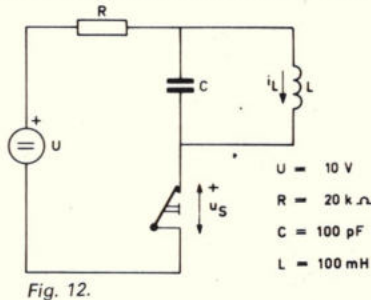

Fig. 12.
3. De schakelaar S in fig. 12 is reeds zo lang geleden gesloten dat een evenwichtstoestand is ingetreden. Nu wordt de schakelaar geopend.